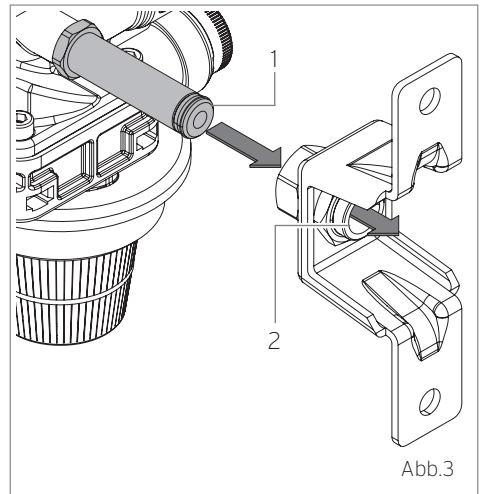

Abb.3
- Abb. 3:
Die Halterung des komplettierten AnschlussCenters **AC 3200** / bzw. des **AC 3200 Connect** in Pfeilrichtung über die beiden in der Wand montierten Stockschrauben [Pos.1] schieben. Unterlegscheiben [Pos.2] auflegen und Muttern M8 [Pos.3] anziehen. Den Wandabstand mit Hilfe des Verstellrohres [Abb.3; Pos.1] justieren und die - vor der Wandhalterung sitzende - Überwurfmutter G 1/2" anziehen.